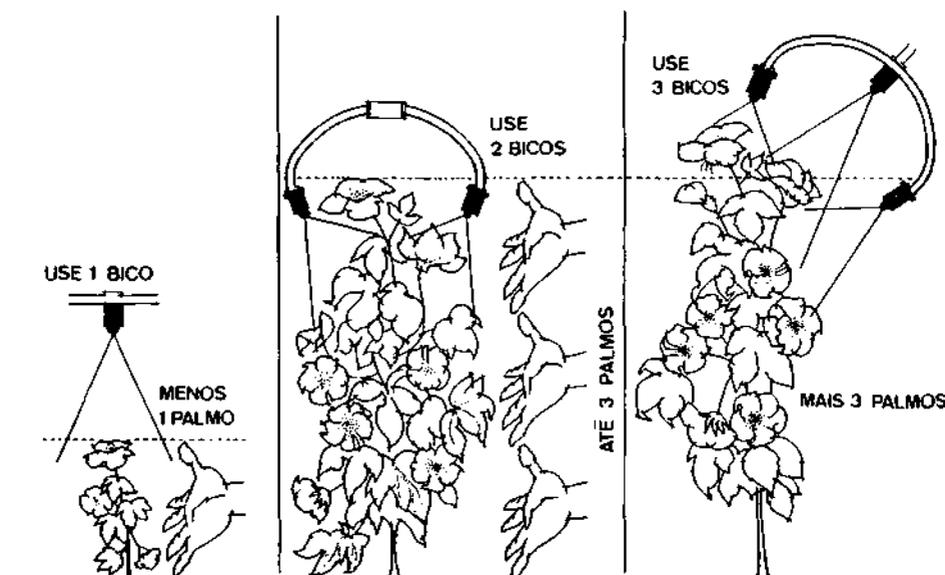

fig. 1
- 3 - Use no pulverizador um bico por fileira de plantas, até a lavoura atingir 1 palmo de altura. Depois, passe o veneno com dois bicos, até as plantas alcançarem 3 palmos de altura. Acima disso, use três bicos por 3 fileiras (fig. 1).